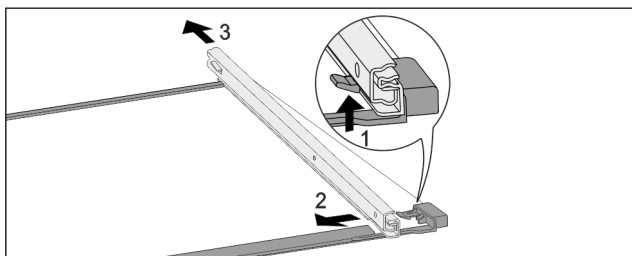

Fig. 172 Скляна пластина з рейками
- ▶ Натиснути передній гачок-фіксатор вгору. Fig. 172 (1)
- ▶ Виштовхніть виїзну рейку в сторону Fig. 172 (2) та назад Fig. 172 (3).